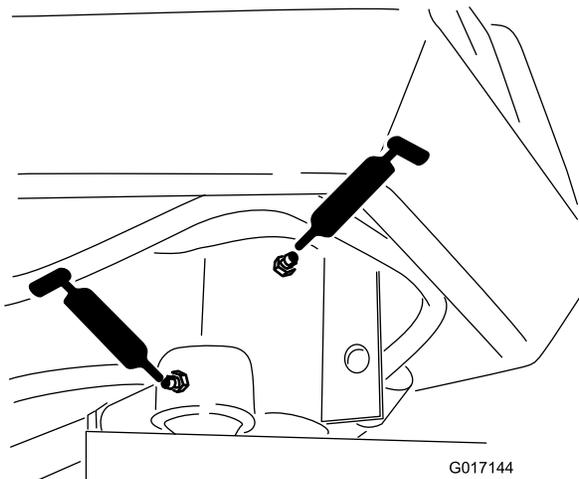

Figura 30
- Eixo do garfo de direção (1) (Figura 30)
- Terminal rotular do cilindro de direção (Figura 30)